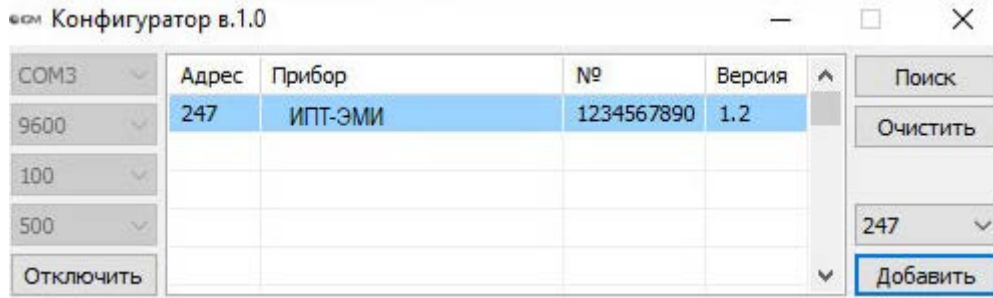

Рис. 2. Программа подключена к порту, добавлен прибор
- 1.5 Кнопка подключения (отключения) к порту. После подключения, станут доступны для использования элементы управления поиском устройств и их добавления в ручном режиме, а элементы настройки порта станут не доступны рис.2.
После подключения к порту и добавления устройства (прибор появился в таблице устройств рис. 2) можно осуществить настройку прибора или перейти в режим тестирования.
Для перехода в режим настройки достаточно двойного клика левой клавиши мыши по выбранному прибору в стартовом окне программы рис. 2.